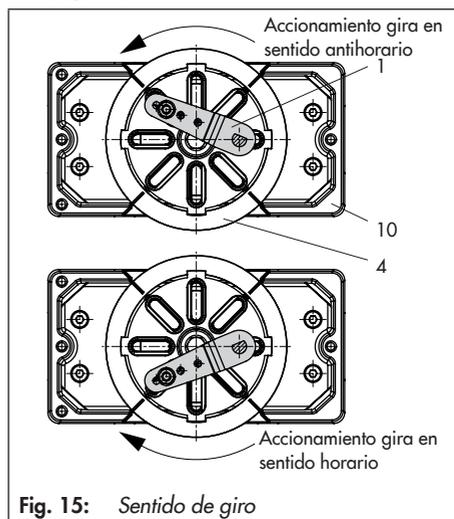

Fig. 15: Sentido de giro
8. Atornillar el posicionador en la placa adaptadora (12).
9. Colocar el posicionador con la placa adaptadora encima de la caja (10) y fijarlo. Teniendo en cuenta el sentido de giro del accionamiento, alinear la palanca (1) para que quede en la ranura de la rueda de acoplamiento con su pin (Fig. 15).